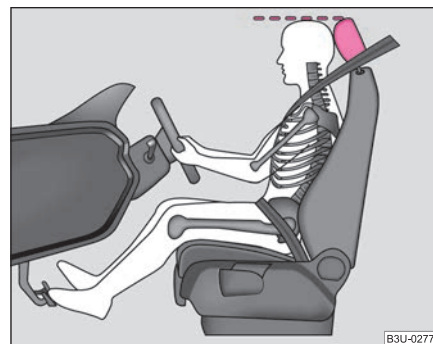

Fig. 153 Reglarea corectă a înălțimii tetierei
- Reglați tetierele astfel încât marginea superioară a tetierei să se afle la aceeași înălțime cu partea superioară a capului dvs. ⇒ **fig. 153**.
- Reglați tetierele astfel încât marginea superioară a tetierei să se afle la aceeași înălțime cu partea superioară a capului dvs. ⇒ pagina 181, fig. 153.
- Reglați tetierele astfel încât marginea superioară a tetierei să se afle la aceeași înălțime cu partea superioară a capului dvs. → pagina 181, fig. 153.